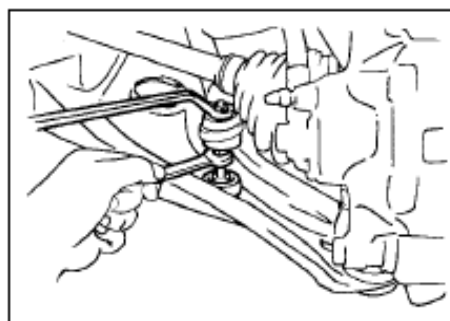
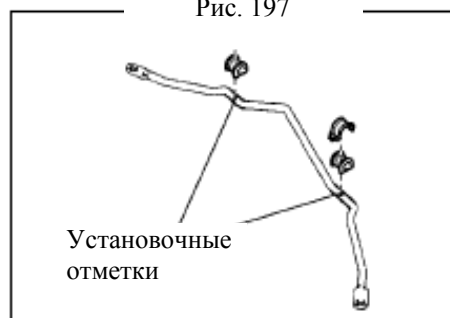

Рис. 197
Рис. 198
(1) Снимите две гайки, пять стопоров, четыре прокладки и болты стабилизатора, удерживая болты от проворачивания(рис. 197).
(2) Проведите аналогичные действия для другой стороны.
3. Демонтируйте внутренние крепления переднего стабилизатора: снимите 4 болта и внутренние кронштейны стабилизатора(рис. 198)